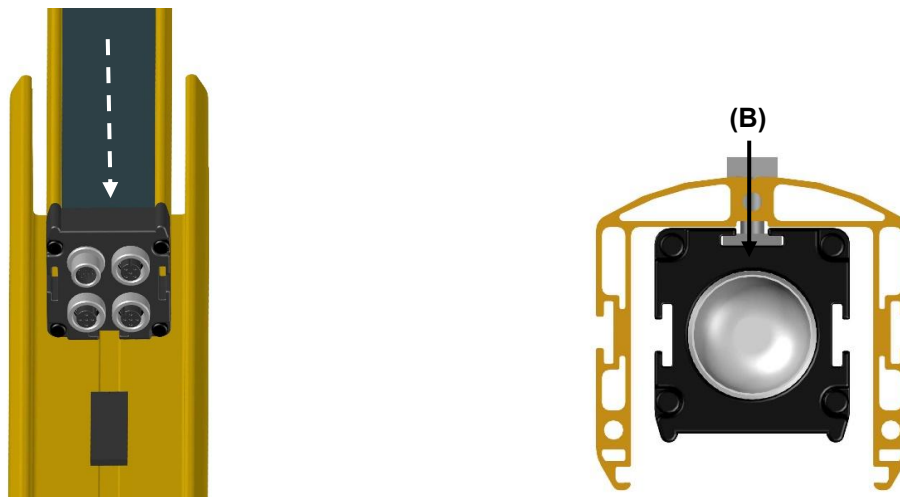

Fig. 5
- **Alloggiare la barriera all'interno della colonna inserendola dall'alto, facendo in modo che tutti gli inserti precedentemente predisposti, entrino nella scanalatura della barriera (Fig. 5).**
Insert the barrier from the top into the column, making sure that all the inserts slide in the slot on the back of the barrier (Figure 5).
- **Raggiunta la posizione desiderata, serrare le viti a bussola (B) che bloccheranno la barriera (Fig. 5).**
When the desired position is achieved, lock the allen screws to fix the barrier (Figure 5).